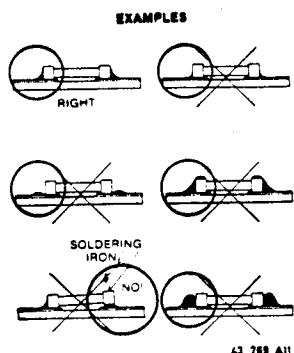

Fig. 6
- g. Die Lötzinnmenge muss der Größe der Lötfäche entsprechen. Bei einer zu grossen Menge kan das SMD reissen, oder die Lötfächen können von der Printplatte losgezogen werden (siehe Bild 6).